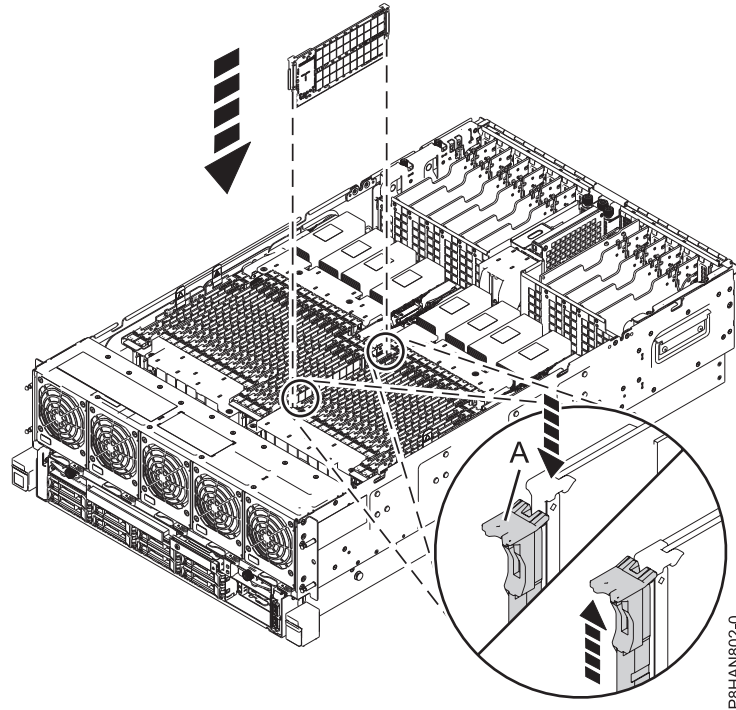

Figura 11. Sustitución de memoria en el sistema
- b. Inserte firmemente la memoria en la ranura hasta que la pestaña de bloqueo (**A**) encaje en su sitio. Consulte la Figura 11 en la página 17.